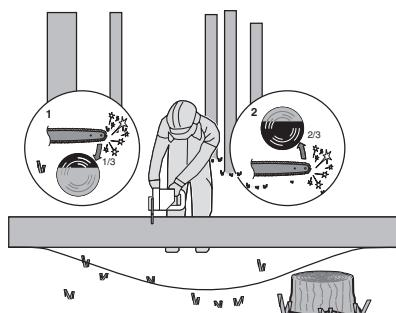

Bild 5
När stocken stöttas i båda ändarna, så som visas på bild 5, sågas 1/3 diameter från ovanstånd (kapning från ovanstånd) (1). Gör sen den avslutande kapningen genom kapning från undersidan, från de undre 2/3 (2), för att möta den första sågningen.